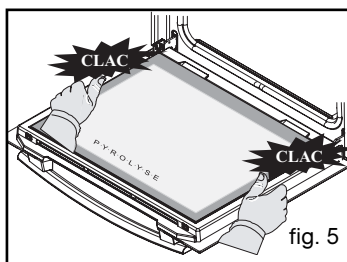

fig. 5
- Clippez votre dernière glace en plaçant l'indication "P.Y.R.O.L.Y.S.E" vers vous (fig.5).